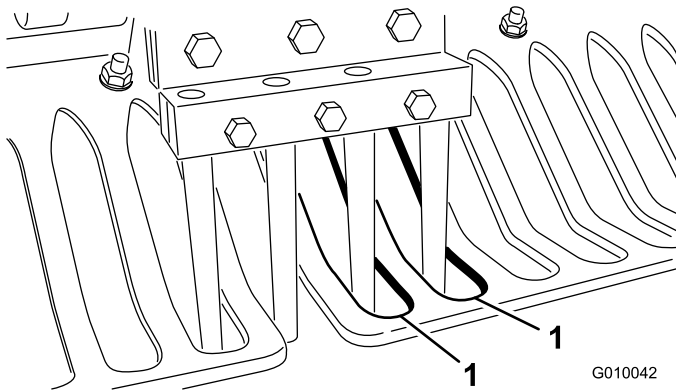

図 26
6. 全部のタインが、ターフガードの隙間の中心に整列していることを確認する (図 26)。必要に応じてターフガードの位置を調整し、ナットで固定する。